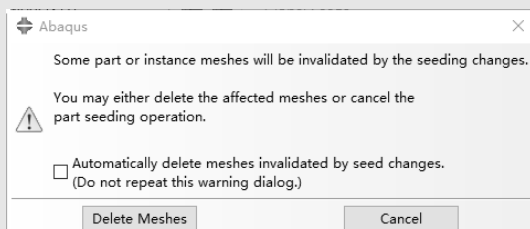

图 2-76 询问是否删除网格
**提示：**若删除或重新设置种子以及重新设置网格控制参数（包括网格划分技术、单元形状、网格划分算法、重新定义扫略路径或角点、最小化网格过渡等），ABAQUS/CAE 会弹出对话框，如图 2-76 所示，单击 Delete Meshes 按钮删除已划分的网格，之后才能继续操作。选中 Automatically delete meshes invalidated by seed changes (因种子改变而失效的网格) 复选框，再单击 Delete Meshes 按钮，则以后遇到同样的问题时不再弹出对话框询问，而直接删除网格。另外，单元类型的重新设置不需要重新划分网格。